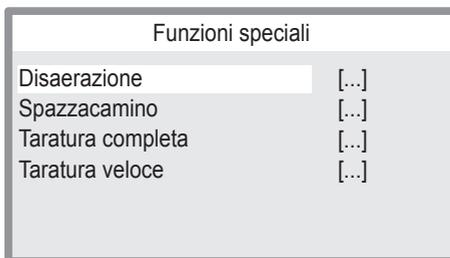

Figura 6.11
- Premere i tasti 12 o 13 (Figura 6.6) per selezionare il menu desiderato tra quelli disponibili (Figura 6.11).